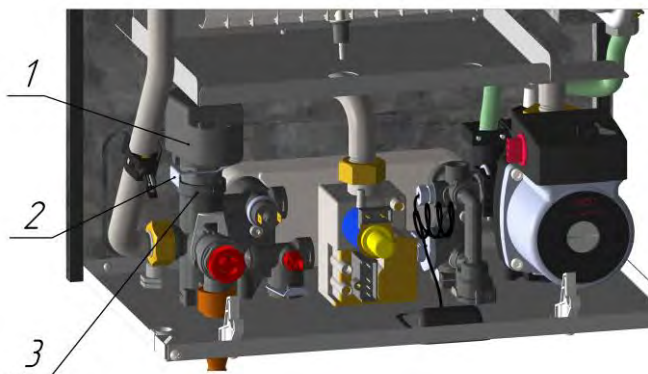

Рис. 16 Демонтаж трёхходового клапана
- отключить кабель с электродвигателя трёхходового клапана (1), см. рисунок 16;
- снять скобу (2) крепления электродвигателя трёхходового клапана (1);
- снять электродвигатель трёхходового клапана (1), потянув вверх;
- ключом рожковым S30 провернуть фланец трёхходового клапана по часовой стрелке (3);